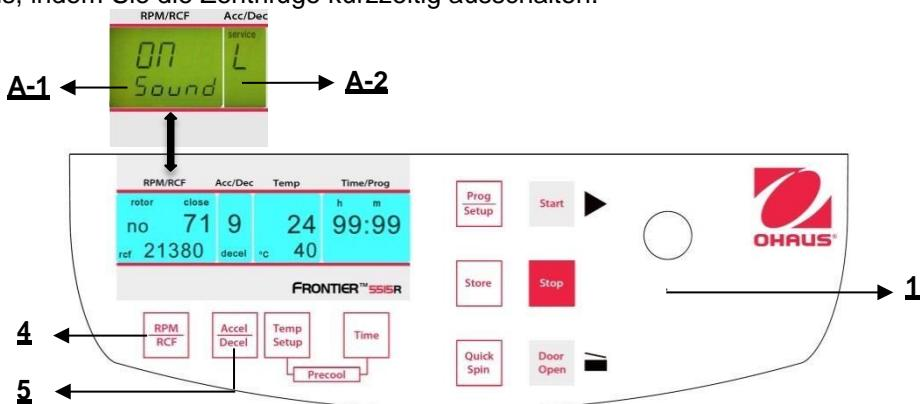

Abbildung. 33
Fahren Sie fort wie unter Punkt 4.1.2 beschrieben, um in den Programmmodus einzutreten und drücken Sie dann die Taste "Accel/Decel"(5). Auf der Anzeige blinkt "Acc/Dec" (A-2) das Wort "Service". Wählen Sie nun den Buchstaben "L" mit Hilfe des Anpassungsknopfes (1). Als Ergebnis erscheinen die Worte "On Sound" auf der Anzeige "RPM | RCF" (4). Wenn Sie die Taste "RPM | RCF" (4) nun drücken, blinkt das Wort "On" und Sie können den Ton mit dem Anpassungsknopf (1) umschalten (siehe Abbildung 33).